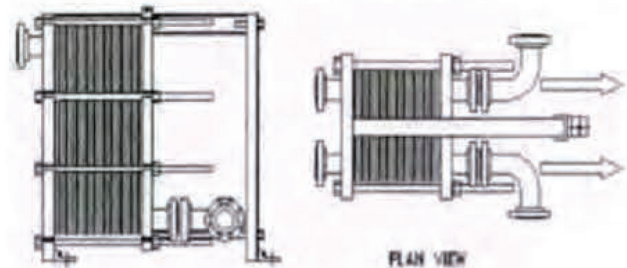

Figure 2.3 Fond mobile installé avec des pièces bobines sur les tubulures
e) Les tubulures sur le fond mobile doivent être installées avec des pièces bobines, montrées en figure 2.3. pour assurer la mobilité du fond.